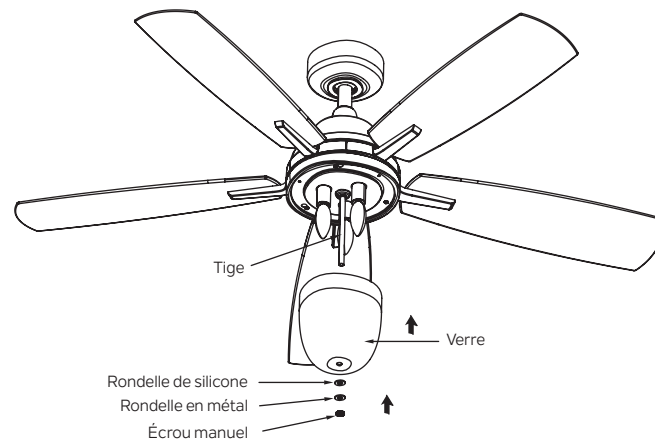

Fig. 23
Étape 4. Tenez le verre à travers la tige, fixez-le avec une rondelle en silicone, une rondelle en métal et un écrou manuel. (Fig. 23)